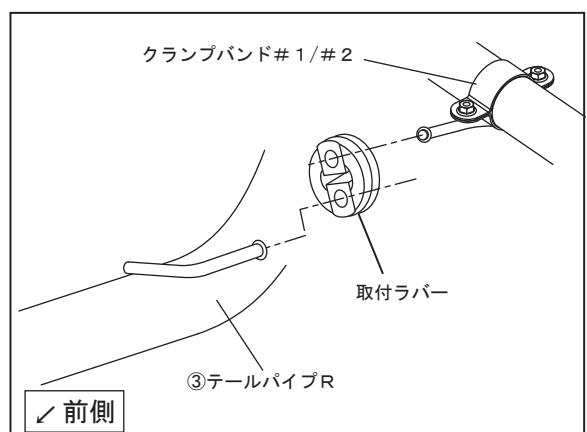

FIG. 7
10. ②サイレンサーに③テールパイプRを取り付け、⑪マフラースプリングをスプリング取付工具を使用して取り付けて下さい。
11. ⑦クランプバンド#2のハンガーに、手順8で外したラバーを取り付けて下さい。
次に、③テールパイプRのハンガーをラバーに通して下さい。 (FIG. 7参照)